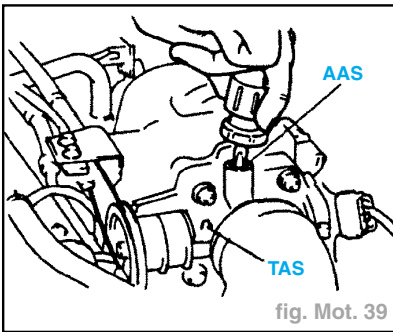

fig. Mot. 39
- S'il n'est pas conforme à la valeur spécifiée, vérifier que le calage de l'allumage est conforme à la valeur spécifiée décrite dans "Réglage du calage de l'allumage", puis régler le régime de ralenti en tournant la vis de réglage d'air (**AAS**) (fig. Mot. 39).